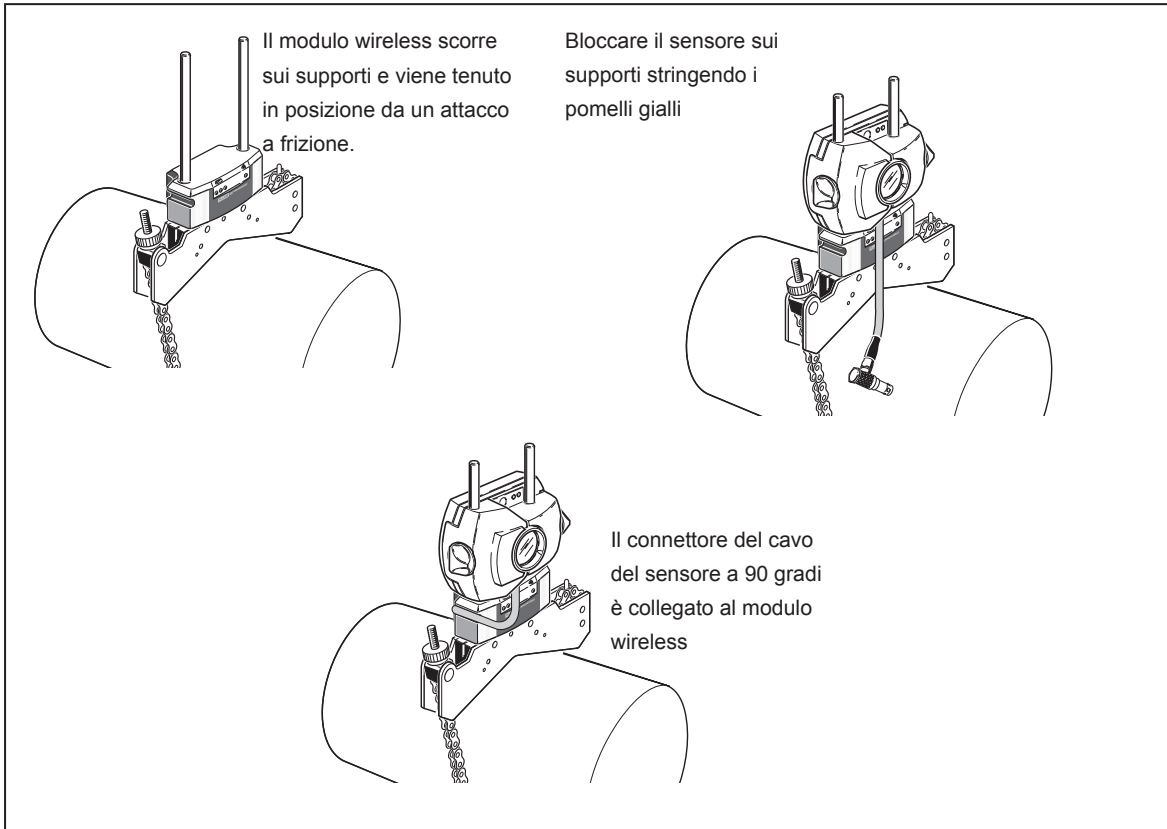

Figura 7-2. Montaggio modulo wireless e sensore
1. Montare il modulo wireless sui supporti della staffa fissata sull'albero della macchina a sinistra (generalmente è la macchina fissa), come mostrato nella normale posizione di lavoro. Il modulo si blocca sui supporti. Si raccomanda di fare scorrere il modulo wireless per tutto il tratto sul telaio della staffa (vedere Figura 7-2).
2. Montare il sensore sugli stessi supporti del modulo wireless. Assicurarsi che i pomoli gialli siano sufficientemente allentati per consentire al sensore di scorrere sui supporti. Abbassare il sensore il più possibile vicino al modulo wireless (fare riferimento alla Figura 7-2).
4. Collegare il sensore al modulo wireless utilizzando il cavo del modulo wireless (vedere Figura 7-2).